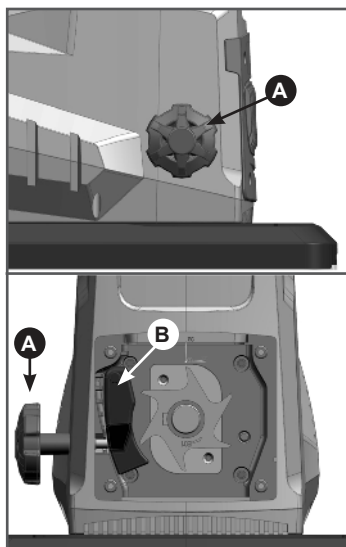

Рис. 8 Регулировка контроплицы
Для получения оптимального результата измельчения и предотвращения повреждения фрезы контроплицы В (Рис. 8) должна периодически регулироваться. Для этого включите измельчитель, поверните регулировочную ручку контроплицы А (Рис. 8) по часовой стрелке, пока не будет слышен легкий шум трения, и мелкие алюминиевые стружки в течение короткого времени будут сыпаться из разгрузочного желоба. Если этого не произошло, а ручка контроплицы находится в крайнем положении, необходимо осмотреть состояние фрезы и контроплицы и заменить при необходимости контроплицу.
1. Поверните регулировочную ручку контрплиты А (Рис. 8) против часовой стрелки до упора.